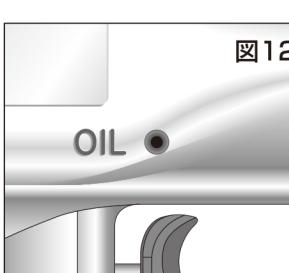

図12
- 本機の側面にある「OIL」の文字の右側から注入します。(図12)